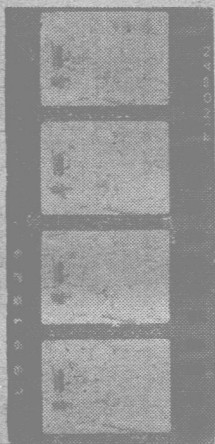

图 3
3. 摄影机或录音机上的挂片门或亮室洗片机的安全罩关得不严密，形成胶片的一边跑光(图.3)。